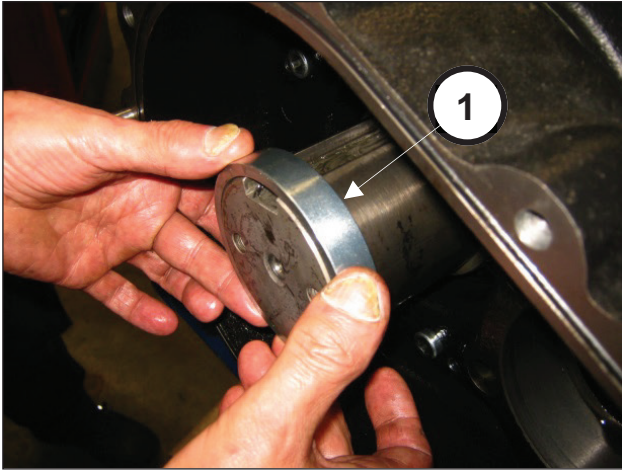
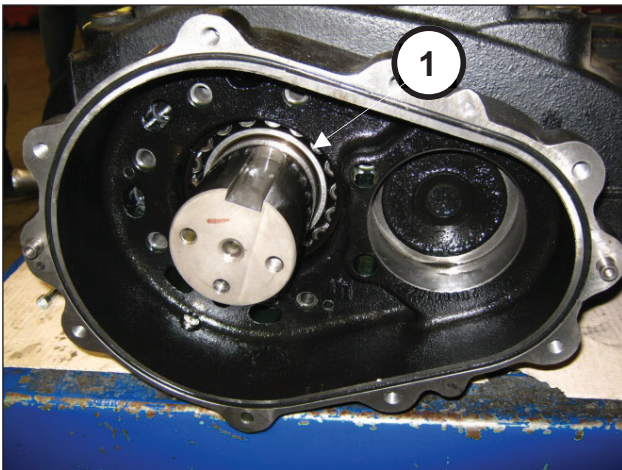

图 72
图 73
将冠齿轮支撑环插入曲轴柄①，图 72) 中，直至到底 (①，图 73)。